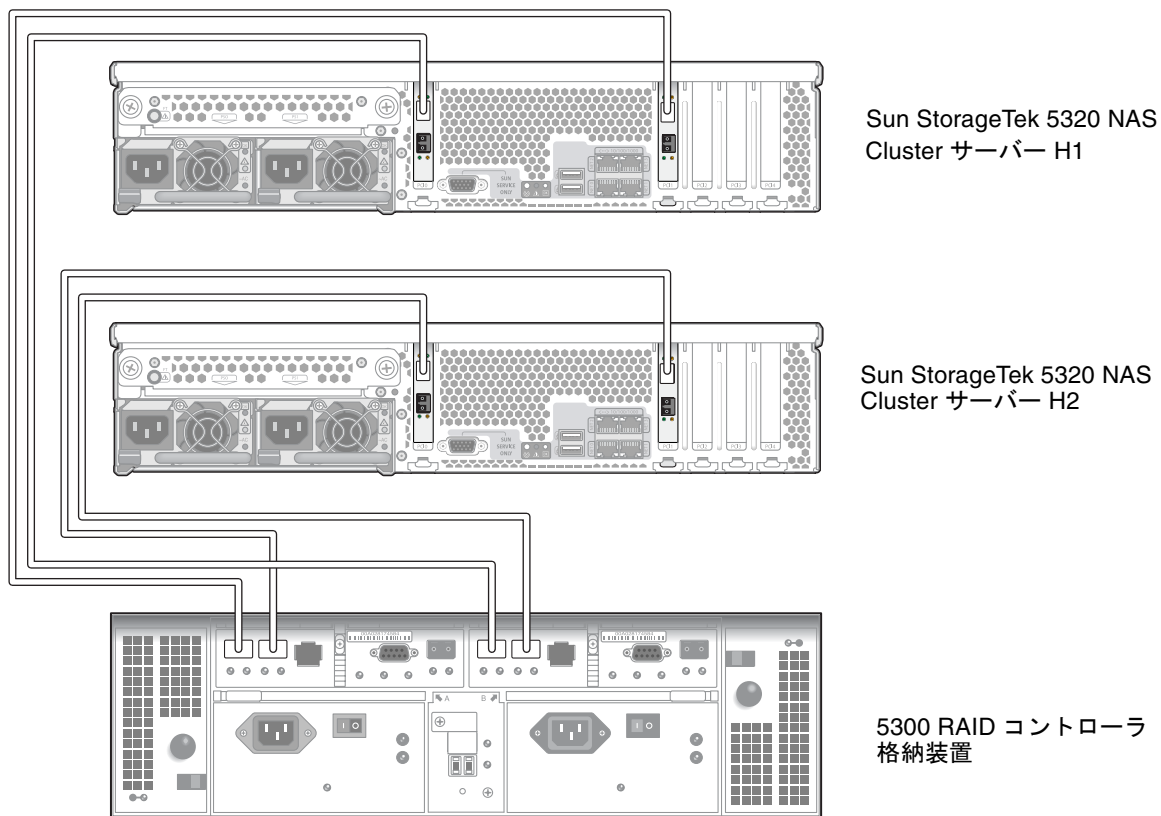

図 4-1 Sun StorageTek 5320 NAS Cluster Appliance の HBA カードおよびコントローラ格納装置のポート
Sun StorageTek 5320 NAS Cluster Appliance とコントローラ格納装置 (CU) を、1 台のコントローラ格納装置につき 1 組の光ファイバケーブルで接続します。コントローラ格納装置のホストポートには SFP 光トランシーバが取り付けられており、ここに光ファイバケーブルの LC コネクタを接続します。ポートの位置については、図 4-1 を参照してください。